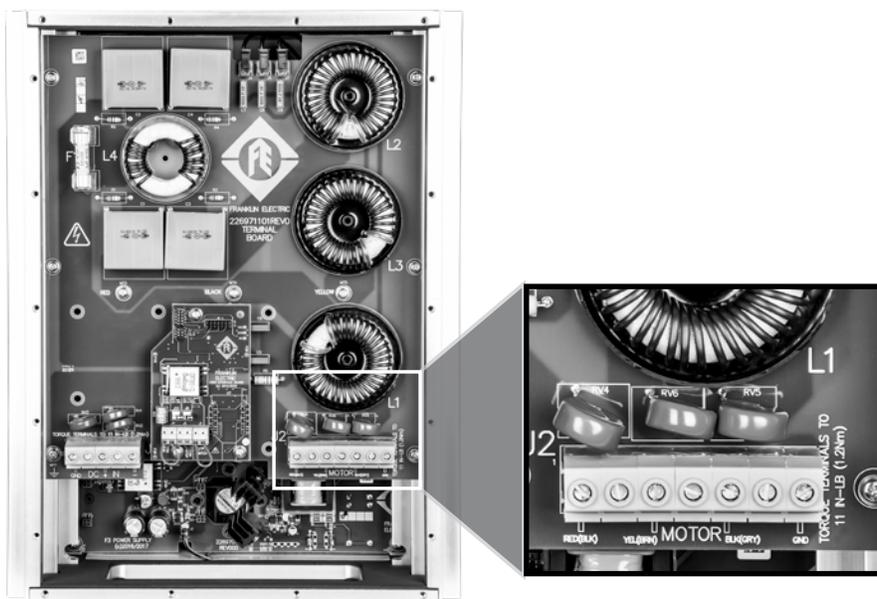

Figura 6: Conexión de cableado del motor
1. Conecte los cables del conjunto de bomba/motor al bloque terminal etiquetado “MOTOR” y marcado con BLK, GND, RED y YEL (Figura 6). Especificación de par de torsión: 12 in-lb/1,35 Nm (utilice solo conductores de cobre; clasificado a 75 °C como mínimo).